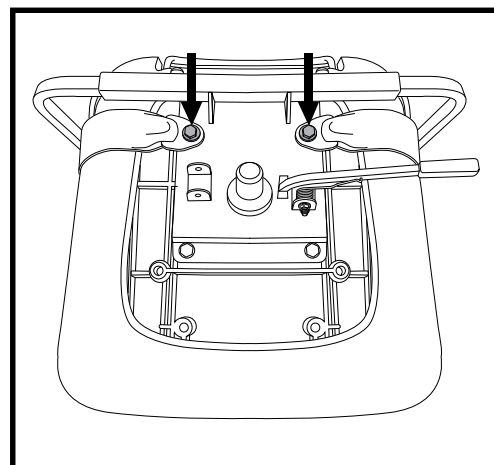

Figure 15. Boulons du ceinture de positionnement
Le levier de rotation est situé sur le côté droit de la base du siège et le bloque dans plusieurs positions. Voir la figure 15.
Votre véhicule peut être équipé d'une ceinture de positionnement de type automobile réglable pour votre confort. **Voir la figure 15.** La ceinture de positionnement est conçue pour supporter et empêcher le conducteur de glisser ou d'avancer sur le siège. La ceinture de positionnement n'est pas une ceinture de sécurité.
2. Placez le siège à l'envers pour faire face à sa base. **Voir la figure 15.**